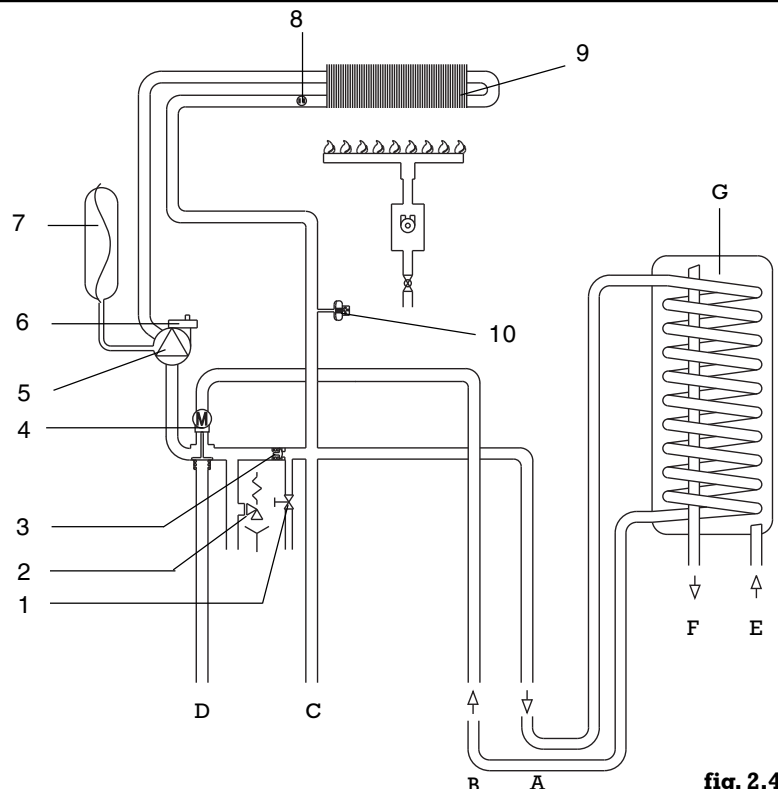

fig. 2.4
- départ vers le serpentin en A (fig. 2.4) et son retour en B au niveau de la chaudière, enlever au préalable les bouchons en place.